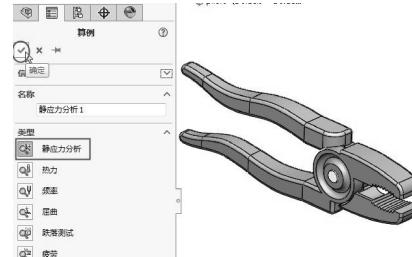

图9-63 新建算例
- 02 单击【新算例】按钮，创建名为【静应力分析1】的静态算例，如图9-63所示。